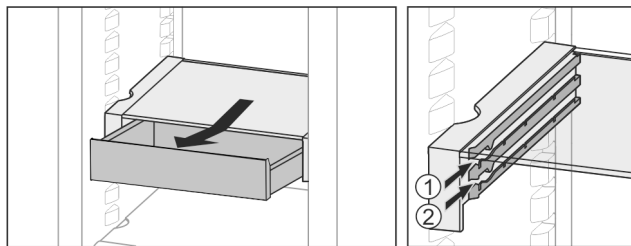

Fig. 30
- ▶ На любой высоте Fig. 30 (1) или Fig. 30 (2) вставить.